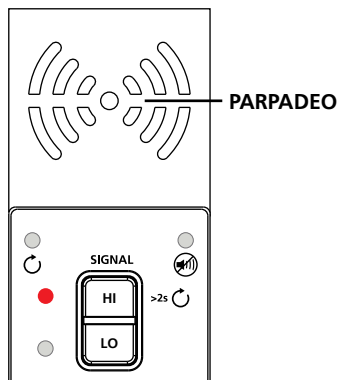

Figura 3.2b: Indicador del transmisor que muestra la señal en el modo HIGH (ALTO)
3. Seleccione el modo de señal presionando HIGH (ALTO) para la mayoría de las aplicaciones. El transmisor aparecerá como se muestra en la Figura 3.2b. El LED comenzará a parpadear rápidamente.